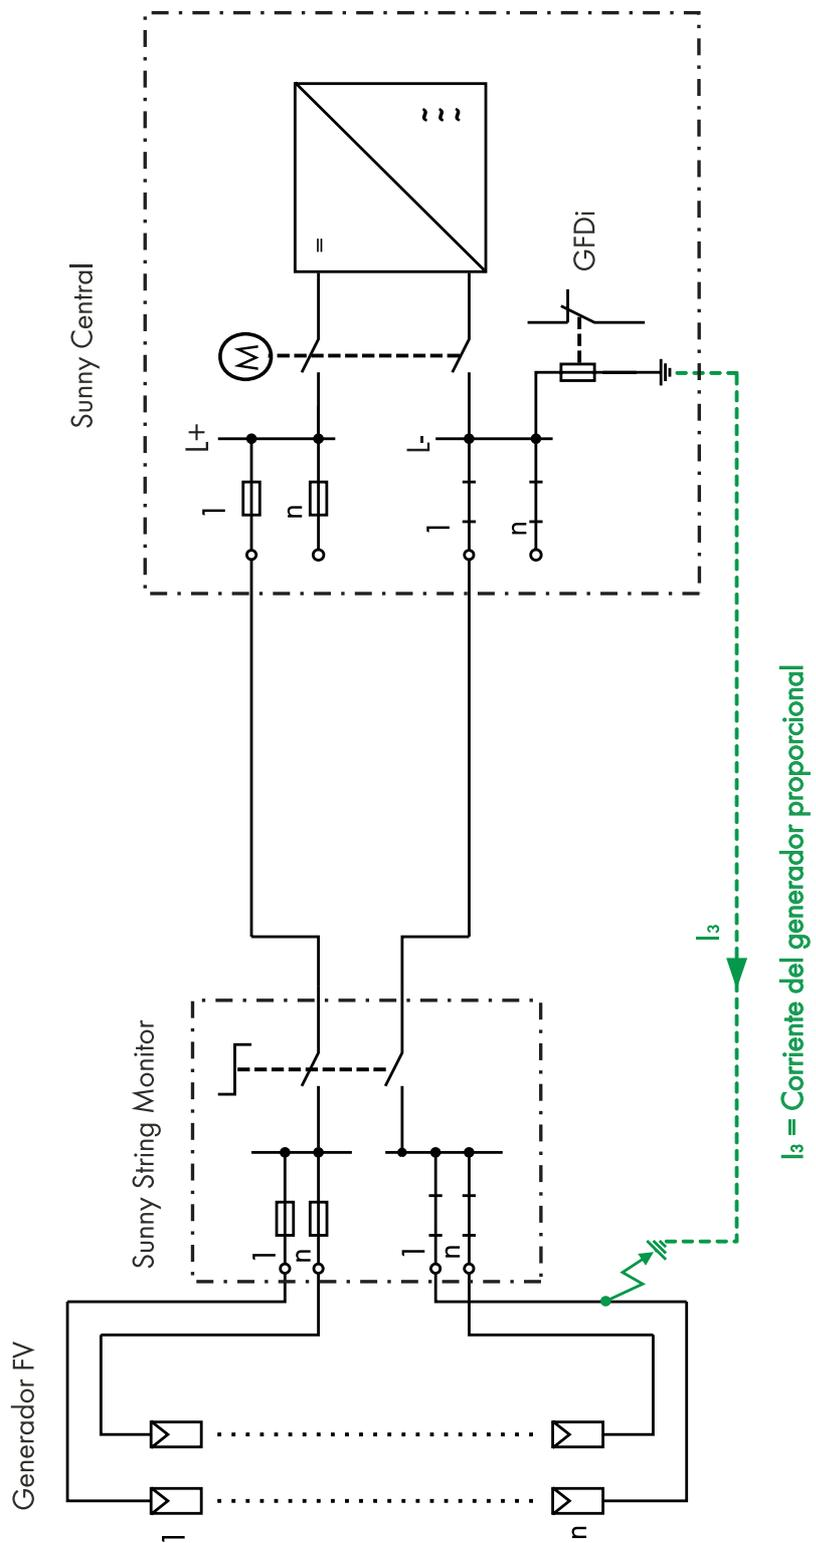

Figura 3: cortocircuito a tierra en el polo puesto a tierra en servicio
- Un cortocircuito a tierra en el polo puesto a tierra del generador fotovoltaico hace que, en servicio, una parte de la corriente del generador vuelva al generador solar a través del GFDI (ver figura 3), lo que también puede hacer que se active el GFDI.